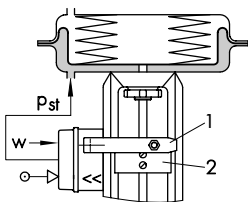
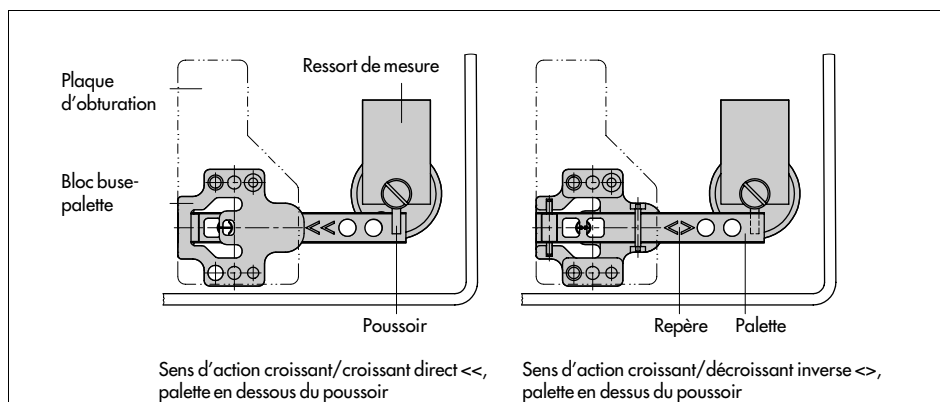

Fig. 6 · Sens d'action \llcorner , montage à gauche
Fig. 10 · Position du bloc buse-palette
Afin de déterminer le sens de montage du positionneur, il est nécessaire de choisir auparavant le servomoteur, son sens d'action et le sens de la grandeur directrice, ainsi que l'emplacement à gauche ou à droite de la vanne. Bien respecter les schémas de montage des fig. 6 à 9 (§ 4.1).
La pression de commande (sortie) s'exerce sur la coquille supérieure ou inférieure du servomoteur (voir fig. 6 à 9).
Les fig. 6 à 9 donnent les différentes exécutions de servomoteurs et indiquent le sens d'action, la grandeur directrice et la position de montage.
4.1.1 Détermination et modification du sens d'action (fig. 6 à 9 et fig. 10)
Si le sens d'action souhaité (fig. 6 à 9) ne correspond pas à celui indiqué ou s'il doit être modifié, procéder comme suit :
Vérifier que la position du bloc buse-palette par rapport au poussoir (9.1) est conforme à la fig. 10.
Bien respecter la position du levier (1) par rapport à la palette (en dessus ou en dessous du poussoir). Voir fig. 6 à 9.